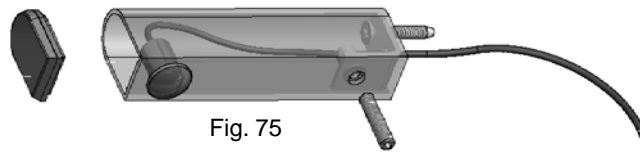

Fig. 75
- Inserte el perfil de aluminio sobre la plaqueta de soporte fijada a la pared y sujételo enroscando el pasador M5 suministrado en el KIT (**Fig. 75**)